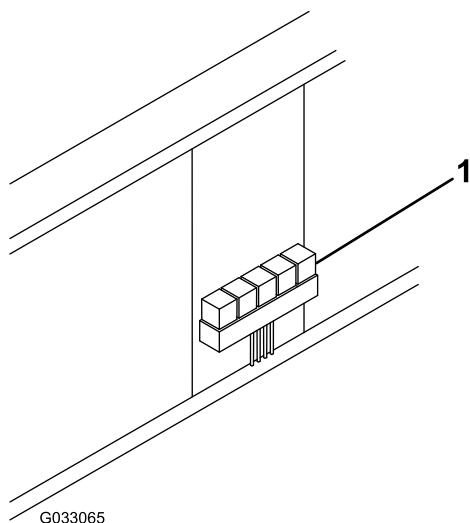

Figura 20
29. Monte la caja de relés en el interior del compartimiento del motor con 4 tornillos para chapa (Figura 20).